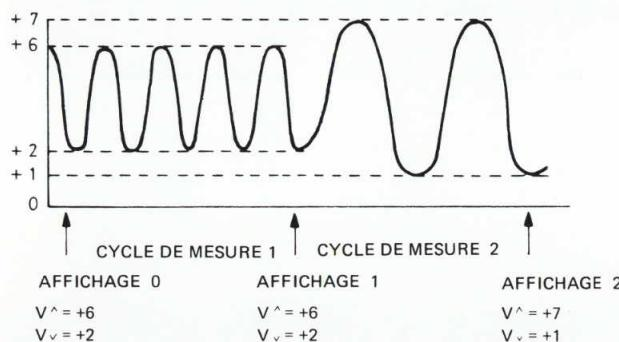

Fig. 18. Mesures V^+ et V_+ en mode INT START.
- Démarrage interne des mesures (INT START, figure 18).